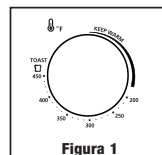

Figura 1
3. **Perilla de control de temperatura** - Ajusta el termostato a la temperatura deseada. (Ver la Figura 1)